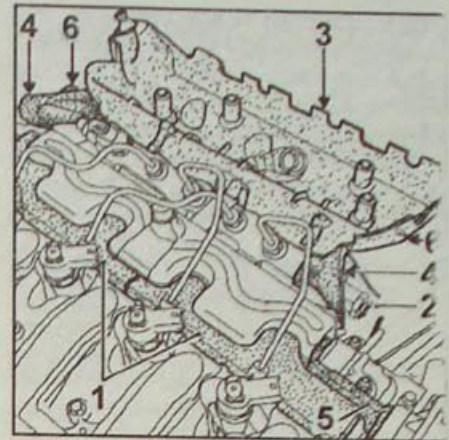

Рис. 4.63. Элементы защиты топливораспределительной магистрали:
- двух пористых прокладок (1, рис. 4.63), подлежащих замене в случае, если они повреждены или пропитаны дизельным топливом;
- нижнего защитного элемента (2), изготовленного из листовой стали и закрепленного между топливораспределительной магистралью и головкой цилиндров;
- резинового фартука (3), крепящегося к защитному элементу из листового металла и к крышке головки цилиндров;